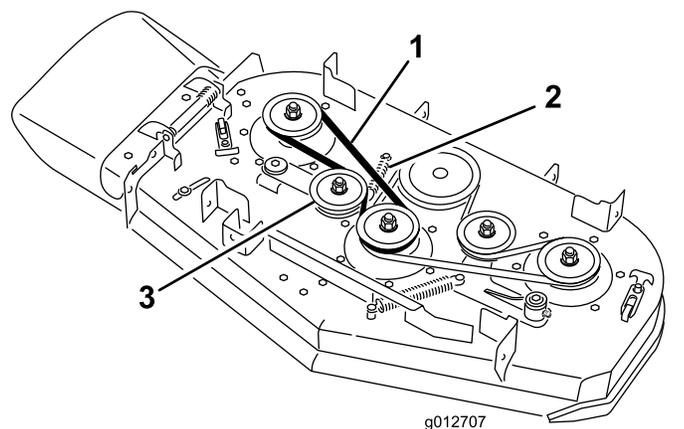

Figura 65
4. Sganciate la molla dal perno di ancoraggio sul braccio della puleggia tendicinghia (Figura 65).
5. Togliete la cinghia del tosaerba usurata (Figura 65).
6. Montate la nuova cinghia del tosaerba attorno alle pulegge del piatto di taglio e alla puleggia tendicinghia (Figura 65).
7. Agganciate la molla al perno di ancoraggio sul braccio della puleggia tendicinghia (Figura 65).